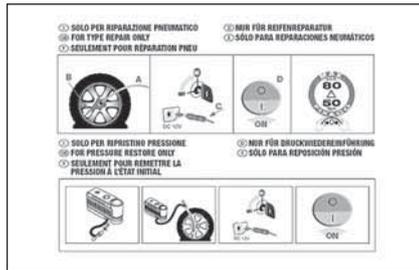

fig. 4
- dépliant informatif **fig. 4**, utilisé pour une utilisation correcte et rapide du kit de réparation rapide et livré ensuite au personnel qui devra intervenir sur le pneu traité ;